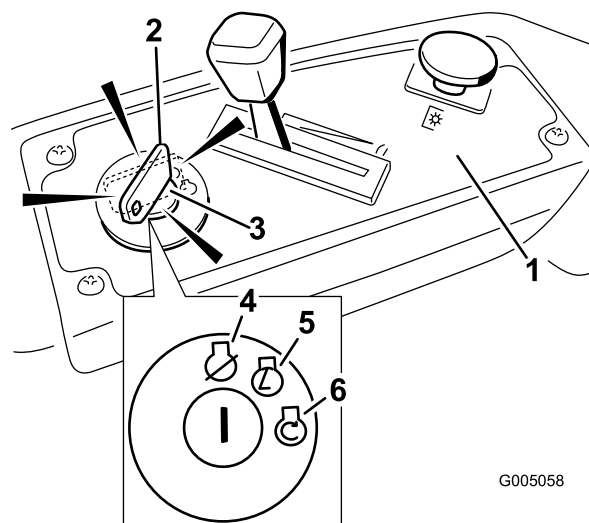

Figura 13
4. Gire la llave de contacto a Arranque para activar el motor de arranque. Cuando el motor arranque, suelte la llave (Figura 13).
2. Ponga el acelerador a un punto entre Rápido y velocidad media (Figura 13).